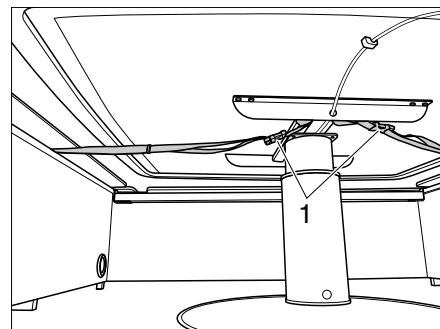

Bild 57 Hubtisch Sicherung mit Gurten
- ▷ Der Hubtisch ist nicht am Boden befestigt. Vor der Fahrt den Hubtisch bis zum unteren Anschlag absenken und mit den Gurten (Bild 57,1) unter den Sitzbänken befestigen.